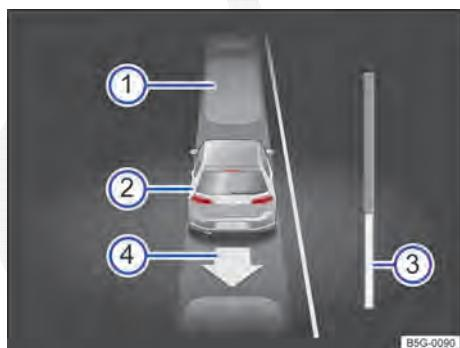

Fig. 147 No display do instrumento combinado: sair da vaga de estacionamento paralela à pista.
Legenda para Fig. 147:
8.	As barras de etapas → Fig. 147 ③ mostram a distância a ser conduzida → Página 214.